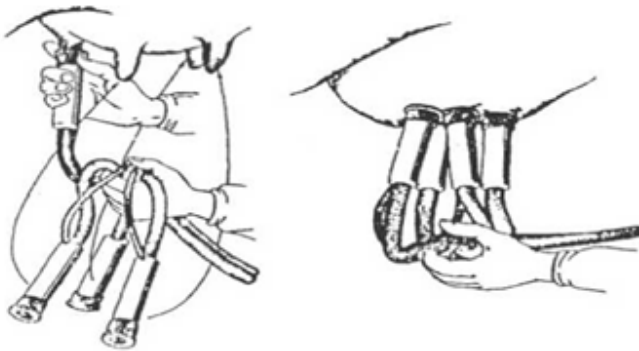

Рис. 12. Установка подвешенного узла
- возьмите стакан свободной рукой и установите его вертикально головкой вверх, молочная трубка сосковой резины должна быть при этом перегнута (рис. 12);